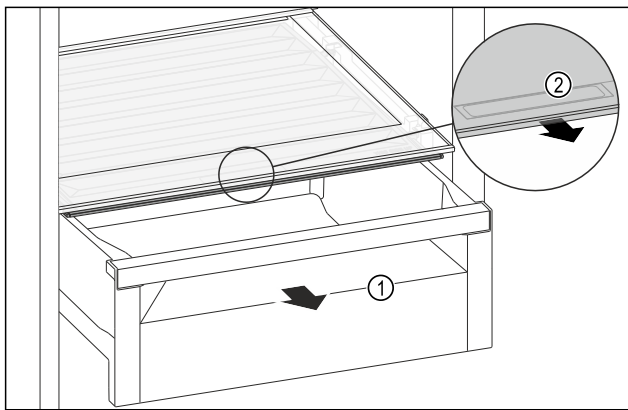

Fig. 124
- ▶ Извлеките выдвижной ящик Fig. 124 (1).
- ▶ Возьмитесь за уплотненную ручку Fig. 124 (2) на крышке отделения и одновременно потяните крышку отделения вперед.